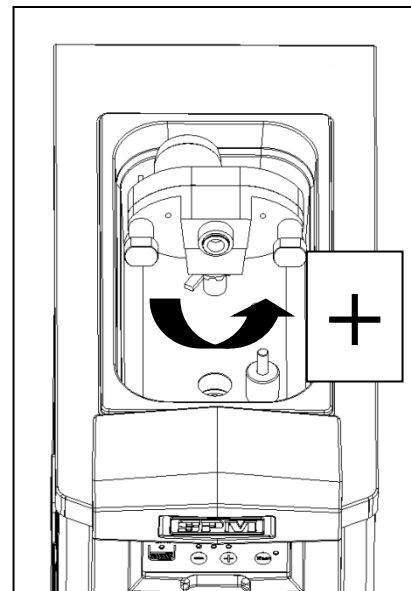

Fig. 33
- Regule la palanca de flujo de aire en la posición deseada girándola hacia la izquierda para aumentar la salida del producto, y hacia la derecha para disminuirla (fig. 33).